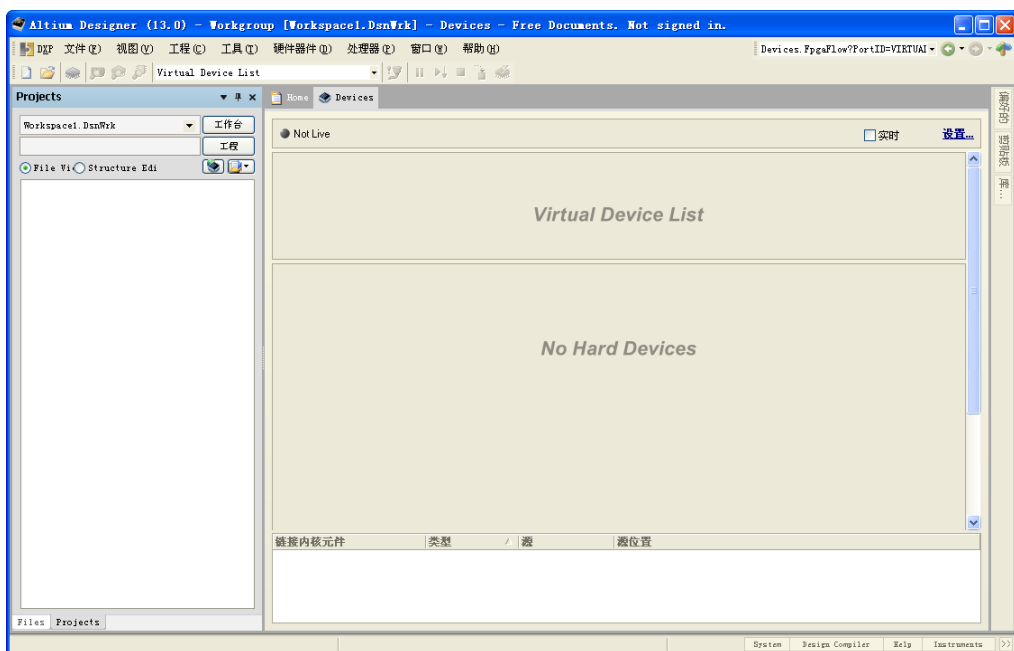

图 1-13 器件视图窗口
- （5）“器件视图”命令：用于打开器件视图窗口，如图 1-13 所示。